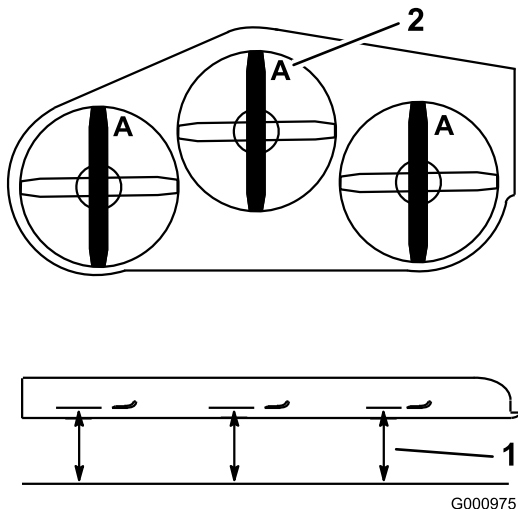

Figura 76
3. Gire las cuchillas hasta que los extremos estén orientados hacia adelante y hacia atrás. Mida desde una superficie nivelada hasta el filo de corte, posición A, de las cuchillas (Figura 76). Anote esta dimensión.